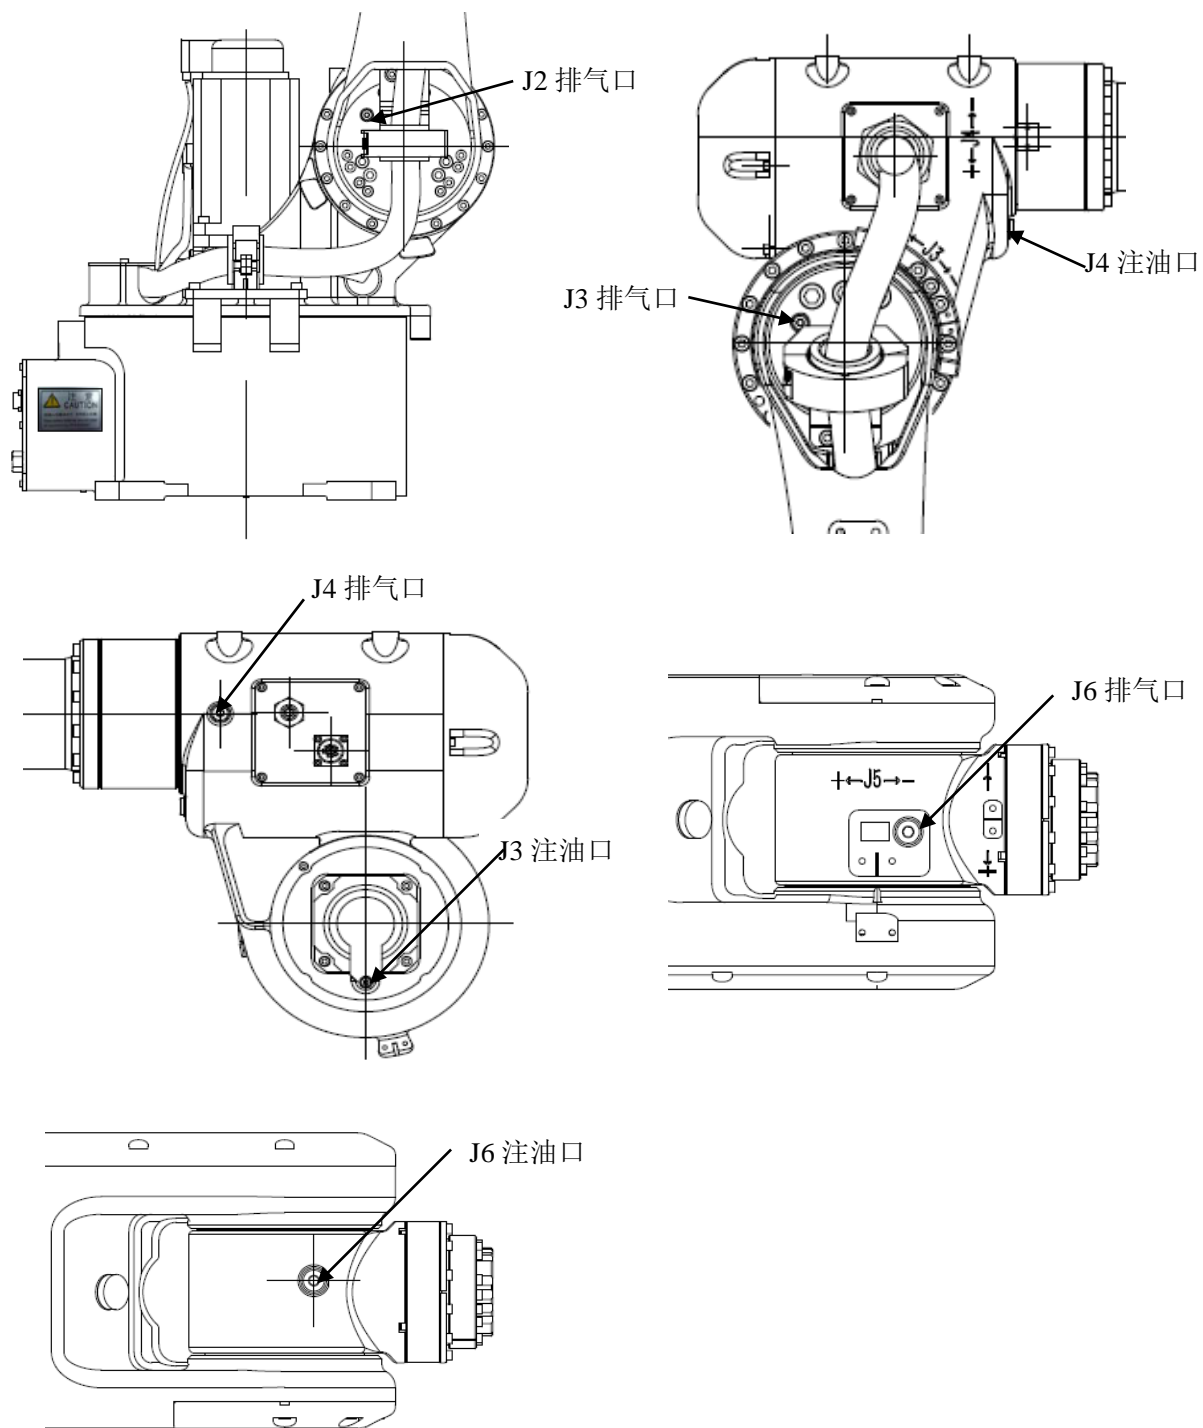

图 4.1 各轴润滑点位置图
- 3) 移去润滑油供排口的内六角螺塞 M10*1, 见图 4.1
- 3) 移去手腕连接体 (J6 轴) 润滑油供排口的内六角螺塞 M10*1, 见图 4.1。